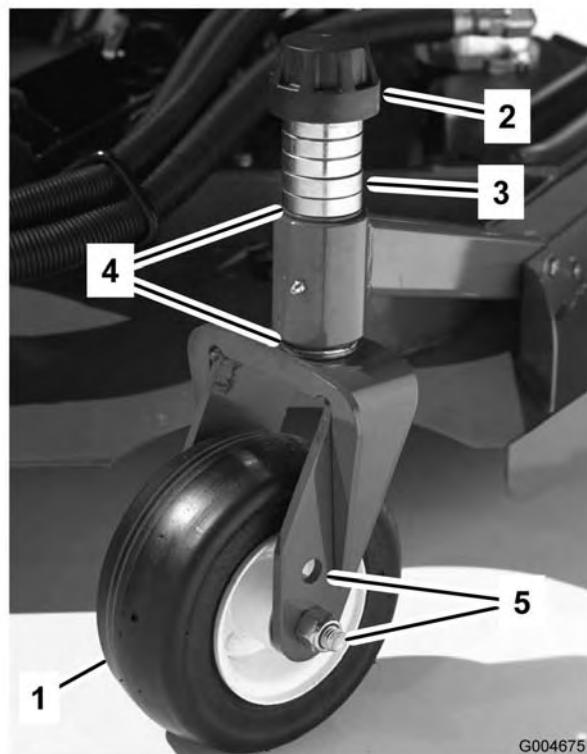
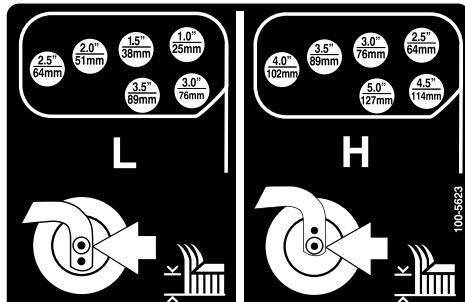
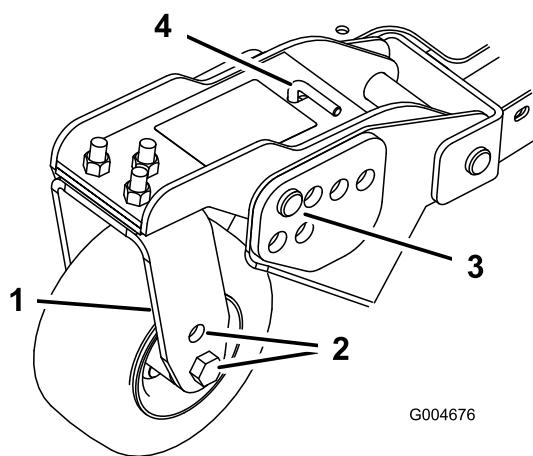

Bild 18
Bild 21
Bild 20
1. Stecken Sie die Laufradachsen in allen Gabeln in die gleichen Löcher (Bild 18 und Bild 20). Siehe die nachstehende Tabelle, um das richtige Loch für die jeweilige Einstellung festzustellen.
2. Entfernen Sie die Spannkappe von der Spindelwelle (Bild 18) und ziehen die Spindel aus dem Laufradarm heraus. Ziehen Sie zwei Beilagscheiben (3 mm) so auf die Spindelwelle, wie sie ursprünglich montiert waren. Diese Beilagscheiben sind erforderlich, um alle Mähwerke über die Breite auf ein Niveau zu bringen. Ziehen Sie die erforderliche Anzahl von 12-mm-Distanzstücken (siehe die nachstehende Tabelle) auf die Spindelwelle, um die gewünschte Schnitthöhe herbeizuführen; ziehen Sie dann die Scheibe auf die Welle auf.
4. Entfernen Sie den Splint und den Lastösenbolzen von den Laufragelenkarmen (Bild 20).
5. Drehen Sie die Spannstange, um den Gelenkarm anzuheben oder abzusenken, bis die Löcher mit den ausgewählten Löchern in der Schnitthöhenhalterung im Mähwerkrahmen ausgerichtet sind (Bild 20 und Bild 21).